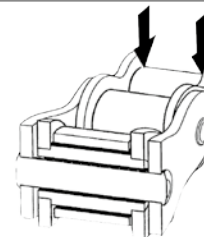

FIG. 8
4. Ripetere l'operazione per lubrificare i rulli dirigendo il getto di lubrificante sulla parte centrale della catena (fig. 8).
4. Repeat the point n.3 to lubricate the chain rollers as well, spraying the lubricant in the middle part of the chain (fig. 8).